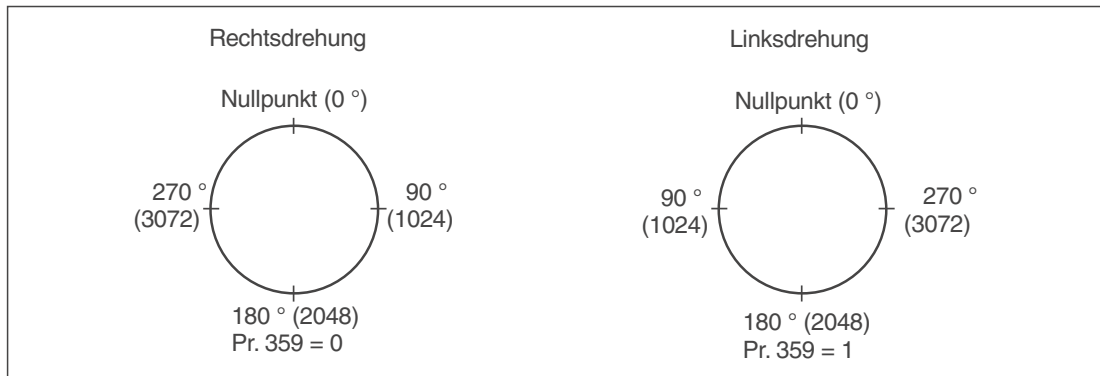

Abb. 3-7: Adresseneinteilung des Impulsgebers
D. h. $360^\circ/4096 \text{ Positionen} = 0,0879^\circ \text{ pro Adresse}$ (siehe Abb. 3-7).